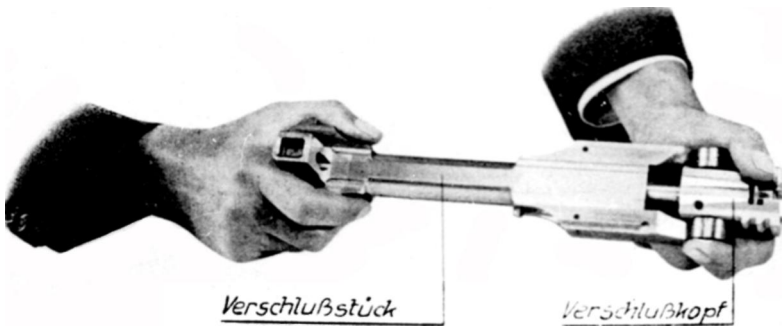

Abb. 78: Abnehmen des Verschlusskopfes
12. Zerlegen des Schlosses MZ (Abb. 78—82)